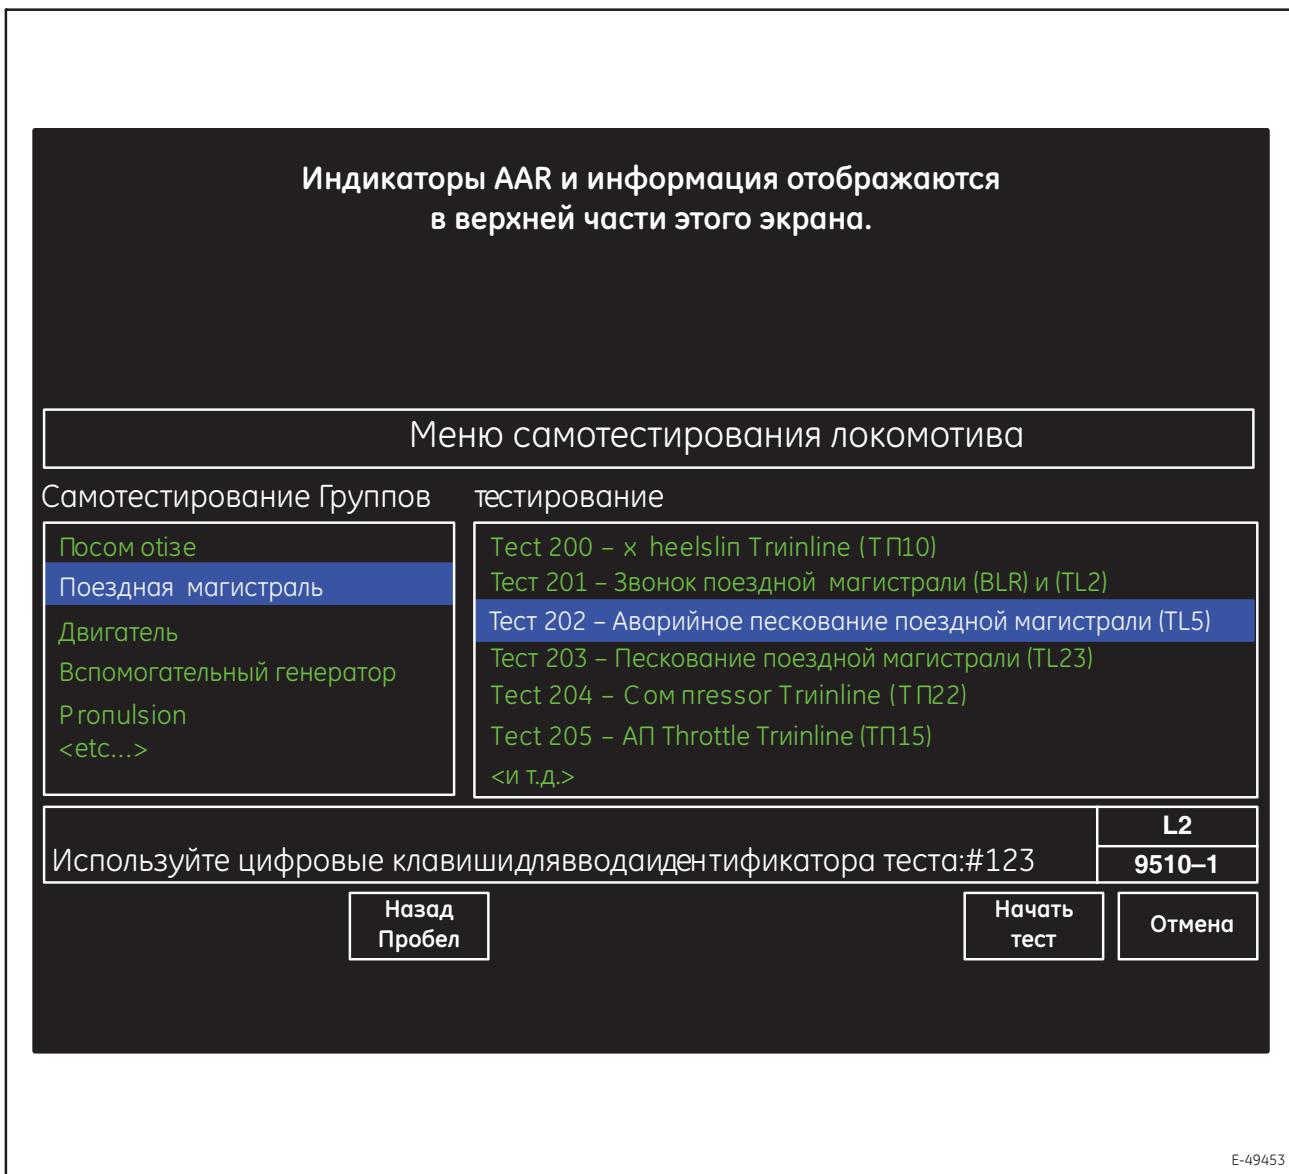

Рисунок 7. Типовой экран меню самопроверки локомотива – экран ввода состояния идентификатора (9510-1)
5. Сенсорная клавиша F3 (**Enter Test Number**) (Ввод номера проверки) – отображается меню самопроверки локомотива – экран состояния ввода идентификатора (9510-1, Рисунок 7). Введите номер самопроверки, используя функциональные клавиши второй строки как цифровые.